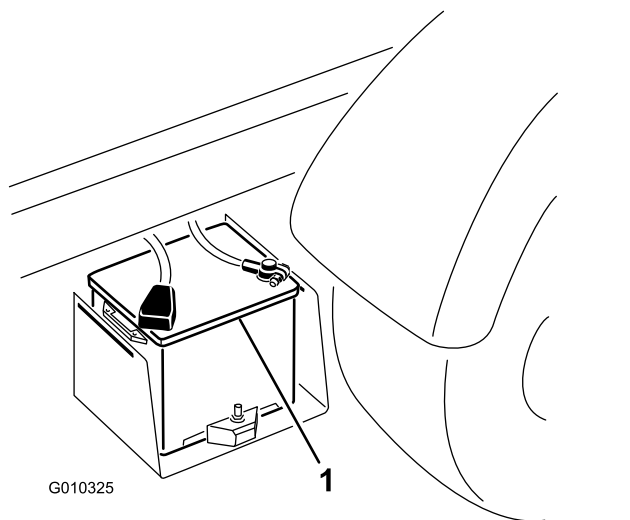

図 42
2. 2 台のバッテリーのプラス端子同士をブースタケーブルでつなぐ (図 42)。